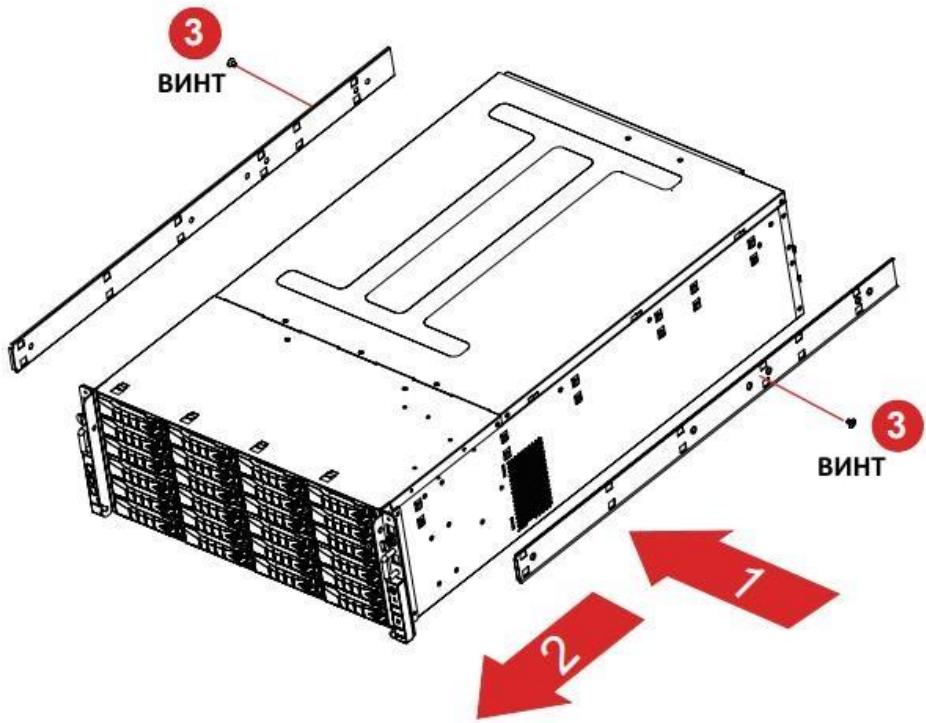

Рисунок 202 – Установка внутренних рельсов на шасси
5. Смонтируйте внутренние рельсы телескопических направляющих на корпусе модуля, с помощью прилагаемых винтов (см. Рисунок 202).